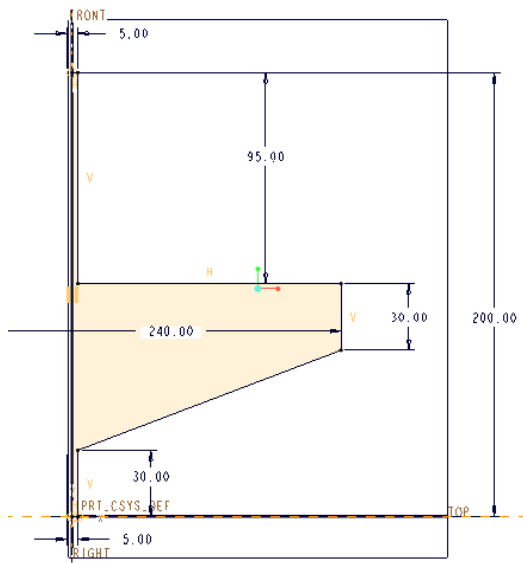

図 3-80 修正後の寸法値スケッチ
- ・ スケッチと同時に、暫定寸法が自動的に表示されるので、寸法を図 3-80 のように修正して設計値にする。